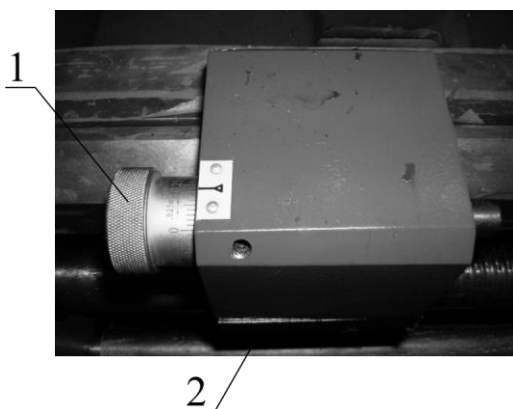

Рисунок 20.
**Настройка упор каретки при ручной подаче (см. рис.20).**